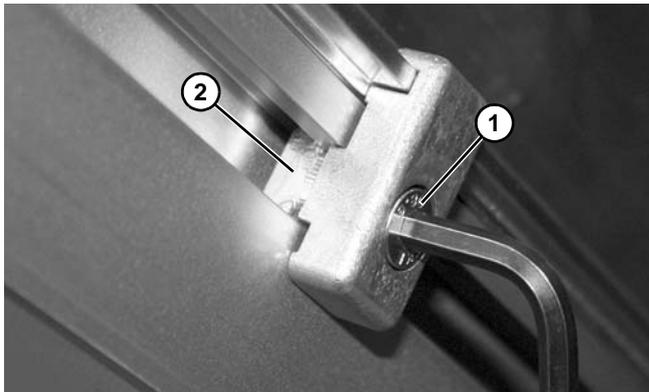

Abbildung 15
2. Schraube (Abbildung 15, Teil 1) festziehen und sicherstellen, dass die T-Schiene (Abbildung 15, Teil 2) dreht und innen im T-Schlitz einrastet.